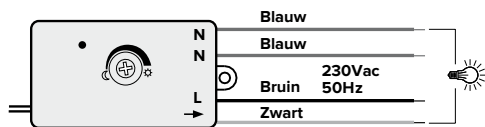

Fig. 3
- Sluit hem aan volgens aansluitschema (fig. 3)